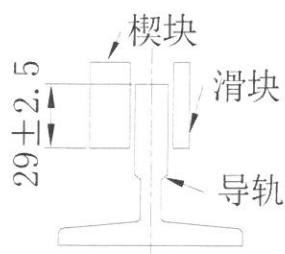

图 3
2.2.2. 楔块与导轨的啮合距离为  $29\pm2.5\text{mm}$ (图 3)。